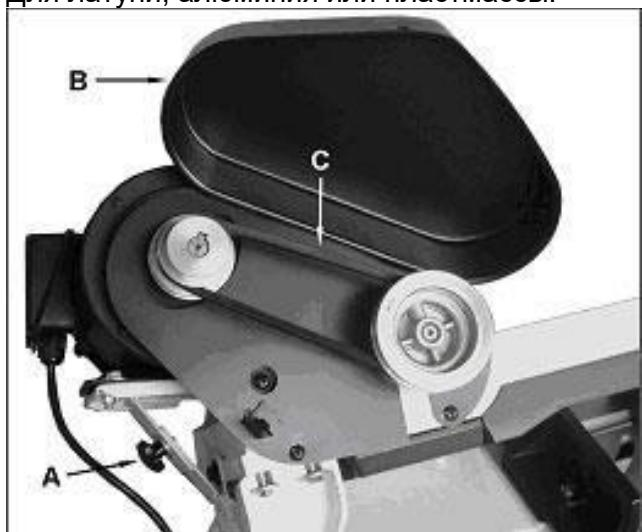

Рис. 6
Ослабить зажим натяжителя ремня (A, рис.6). Открыть крышку ремня (B) и поставить ремень (C) в требуемую позицию. Легко натянуть ремень.